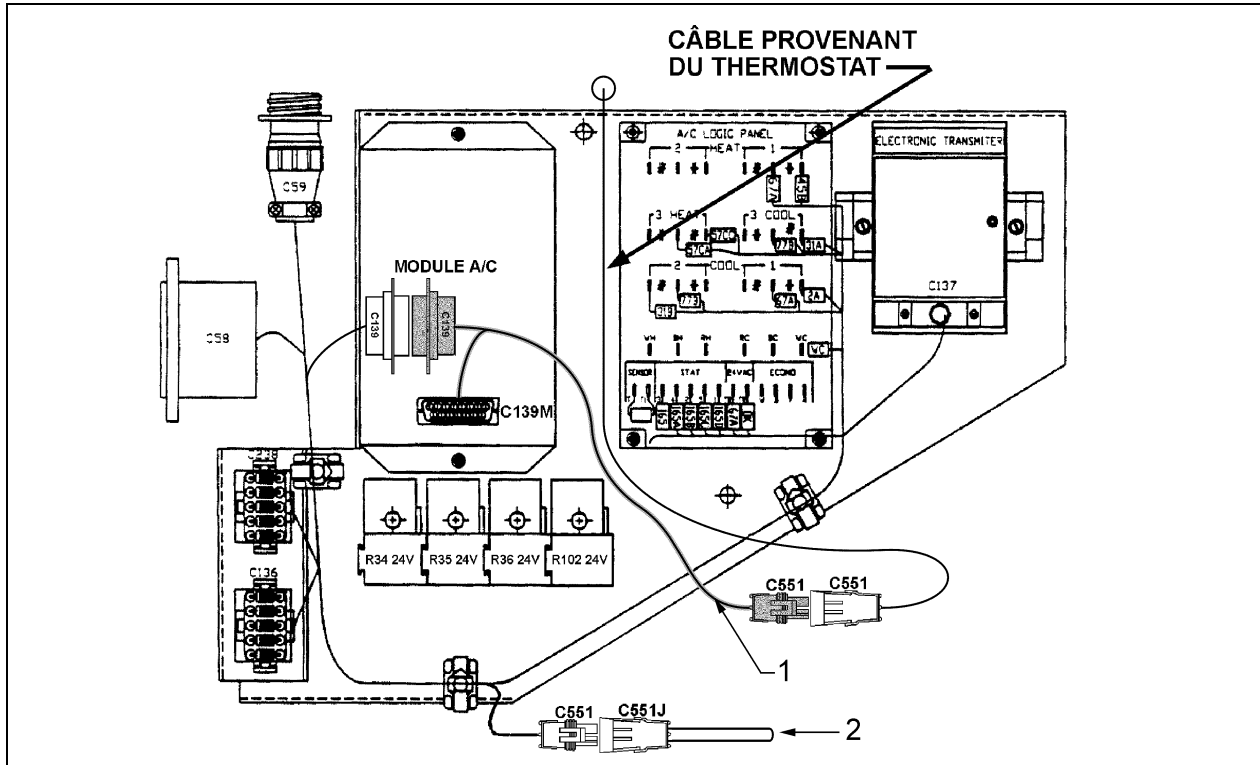

Figure 18: Compartiment électrique arrière. (1) Câblage à enlever reliant les connecteurs C551, C139 et C139M; (2) Connecteur C551J à laisser en place.
2. Enlever et jeter le câblage reliant les connecteurs C551, C139 et C139M, tel qu'illustré par l'élément 1 de la figure 18. Laisser le connecteur C551J en place (élément 2 de la figure 18), il peut facilement être isolé du câblage en coupant l'attache-câbles;